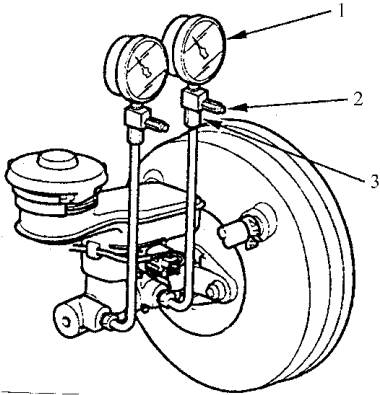

图 8-36 将机油压力表与制动主油缸连接
- 2) 按图 8-36 所示，使用附件，将机油压力表与制动主油缸连接。通过阀门进行排气。